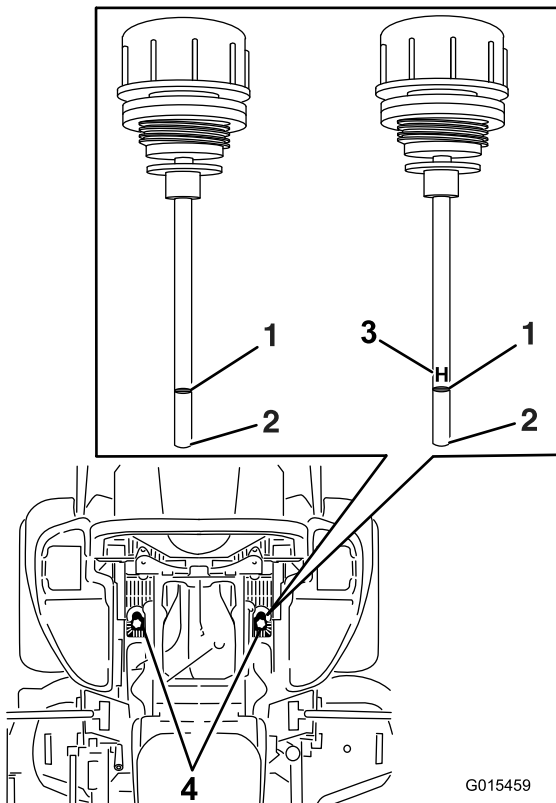

Figura 103
5. Limpie la zona alrededor de las varillas de los depósitos del sistema hidráulico (Figura 103).
6. Retire una varilla del depósito hidráulico (Figura 103).
8. Retire la varilla e inspeccione el extremo (Figura 103).